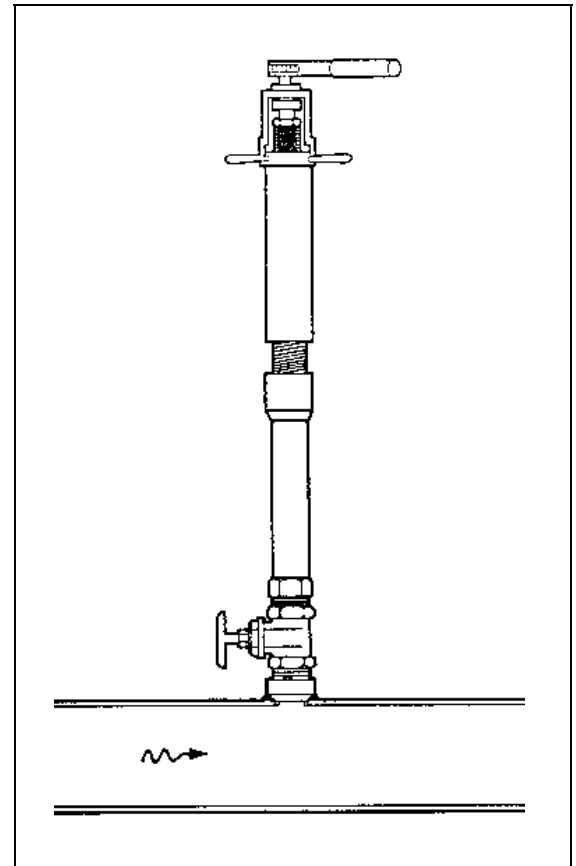

Abb. 10 Bohrmaschine mit Adapter auf Absperrschieber
6. Montieren Sie den Adapter für die Bohrmaschine auf den Absperrschieber (Abb.10).
13. Falls erforderlich, ziehen Sie die 4 Schrauben {6} an der oberen Flo-Tap Packung und die vier Muttern {7} an der unteren Packung leicht an. (Abb.10)